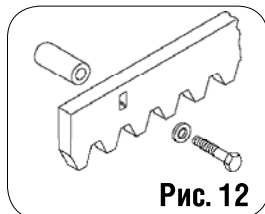

Рис. 12
5.4.2. Привинчиваемая стальная рейка (рис. 12)